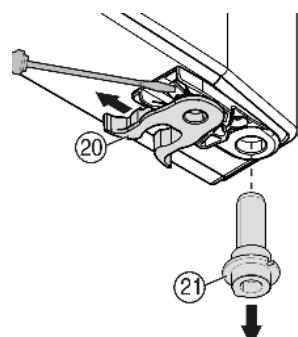

Fig. 8
- Přemístěte pružinovou svorku Fig. 8 (20): Stiskněte nos zarázky, přes ni stáhněte pružinovou svorku.
- Vytáhněte ložiskový čep Fig. 8 (21) z dveřní objímky a nasadte spolu s podložkou na protější stranu. Nos zarázky musí ukazovat k vnitřní straně dveří, zárez k vnější straně.
- Nasadte dveře dole a ložiskový čep Fig. 8 (21) do stojanu ložiska. Příp. ložiskovým čepem otáčeje tak, aby mohl zaskočit do západky.